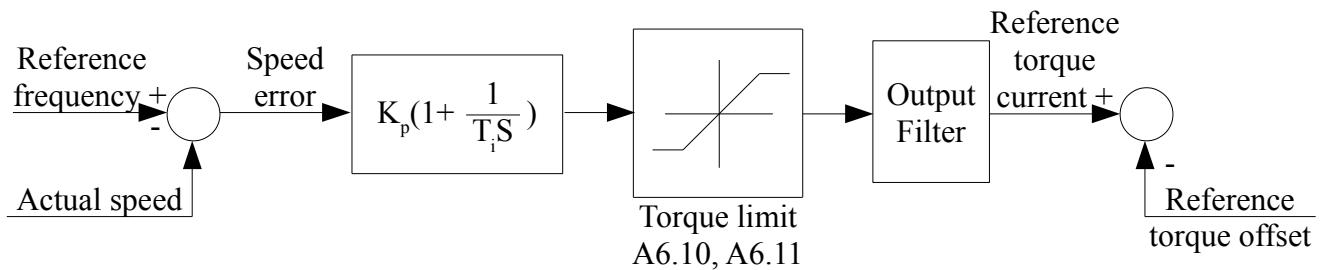

Рис. 6-13 Регулятор скорости
1. Схематично регулятор скорости (ASR) изображен на рис. 6-13. На рисунке Kp - пропорционально усилию P. TI - интеграл времени I. Когда время интегрирования установлено на 0 (A5.02 = 0 , A5.05 = 0), то интеграл является недействительным и контур скорости — это просто пропорциональный регулятор.